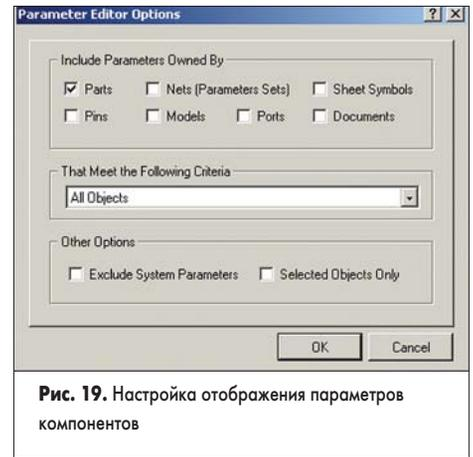

Рис. 19. Настройка отображения параметров компонентов
2. Открывается диалоговое окно Parameter Editor Options Project (рис. 19), в котором включим «галочку» у типа объектов Parts (компоненты) и нажмем кнопку ОК.